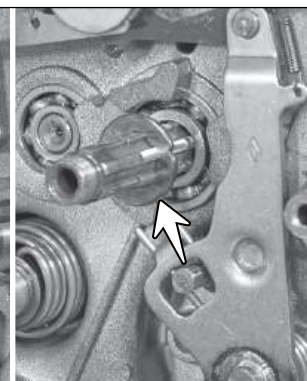

Fig. 3.12B
- Em seguida, remova a arruela da engrenagem primária (seta), girando e combinando sua garra com a ranhura do eixo da embreagem. (Fig. 3.12B)